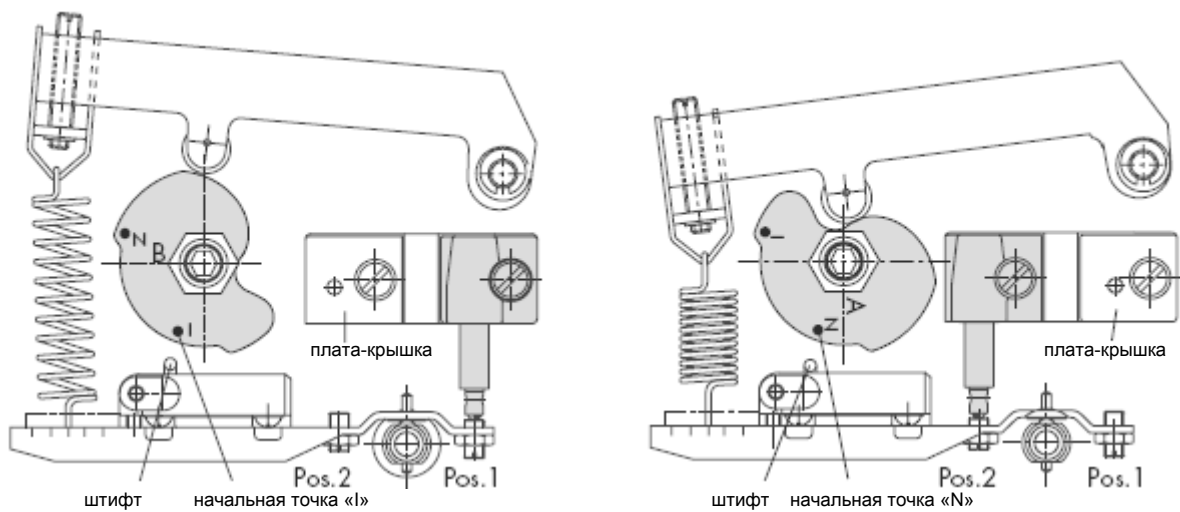

Рис. 5 • Выравнивание кулачкового диска в случае поворотного привода простого действия с возвратными пружинами
Перед выравниванием кулачкового диска согласно рис. 5 и 6 клапан должен быть установлен в закрытом состоянии!
Слегка ослабить зажимной винт (3.1, рис. 4) передаточного рычага (3), так, чтобы кулачковый диск вместе с валом позиционера мог вращаться. Вращать кулачковый диск с кривой А или В таким образом, чтобы маркированная точка и черный штифт выстроились на одной линии (рис. 5.и.6).